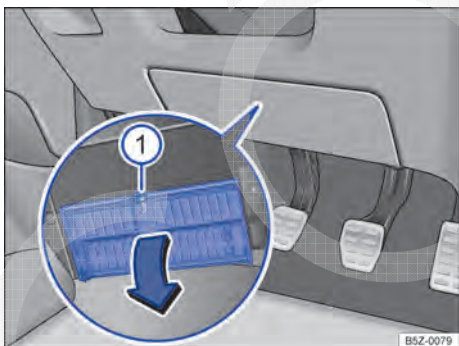

Fig. 167 No lado do condutor embaixo do painel de instrumentos: abrir a cobertura da caixa de fusíveis.
- **Abrir:** pressionar a alavanca de travamento → Fig. 167  até que a cobertura se abra.